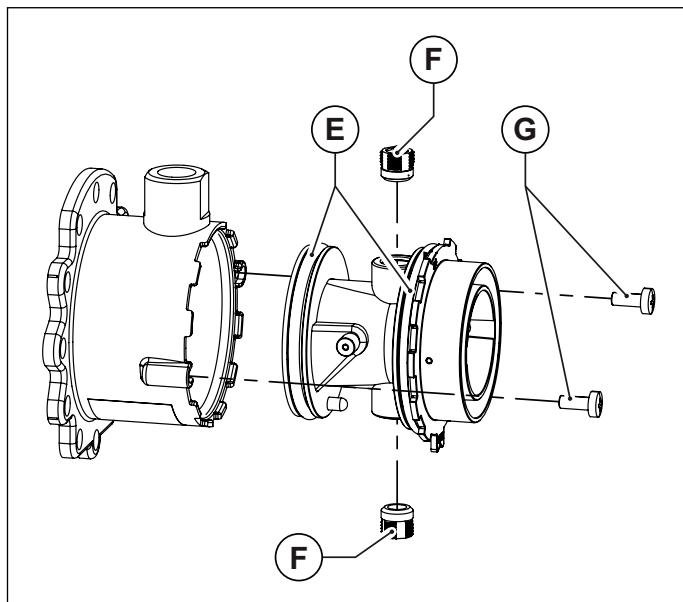
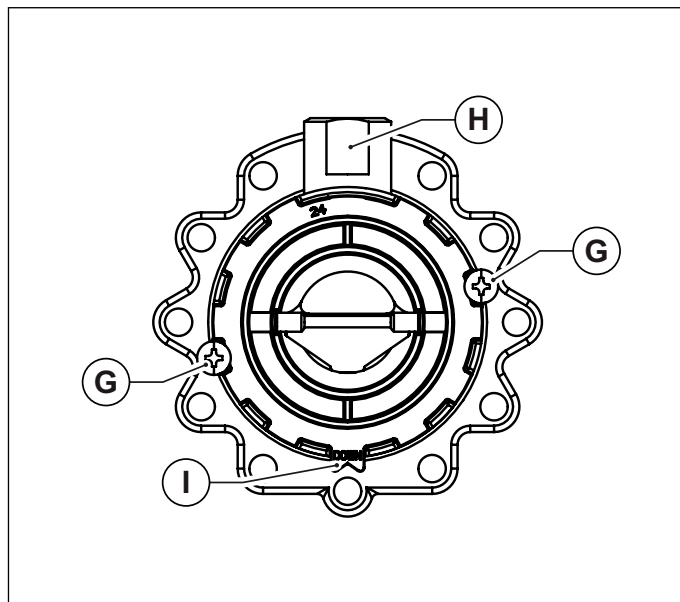

Fig. 43 Corpul din plastic al amestecătorului
Fig. 44 Orientare pentru montaj
- Desfaceți corpul din plastic al amestecătorului, deșurubând cele două șuruburi de fixare (vezi Fig. 43 Corpul din plastic al amestecătorului).
- Desfaceți cele două duze ale amestecătorului utilizând o cheie cu imbus de 6 mm (vezi Fig. 43 Corpul din plastic al amestecătorului).
- Montați din nou corpul din plastic (Venturi) introducându-l în amestecător și înșurubând șuruburile de fixare, având grijă să nu deteriorați garniturile inelare montate la extremitățile corpului din plastic (vezi Fig. 43 Corpul din plastic al amestecătorului) și să respectați orientarea montajului (vezi Fig. 44 Orientare pentru montaj).
- Montați amestecătorul reasamblat la ventilator cu șuruburile cu imbus, având grijă să re poziționați între amestecător și ventilator, garnitura inelară de etanșare (vezi Fig. 43 Corpul din plastic al amestecătorului).
- Montați amestecătorul reasamblat la ventilator cu șuruburile cu imbus, având grijă să repositionați între amestecător și ventilator, garnitura inelară de etanșare (vezi Fig. 43 Corpul din plastic al amestecătorului).